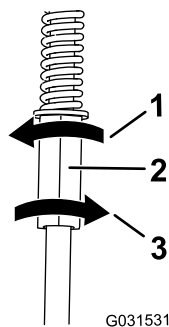

Figure 54
4. Tournez ensuite la tige de commande d'un quart de tour à la fois jusqu'à ce que la machine avance en ligne droite (Figure 54).